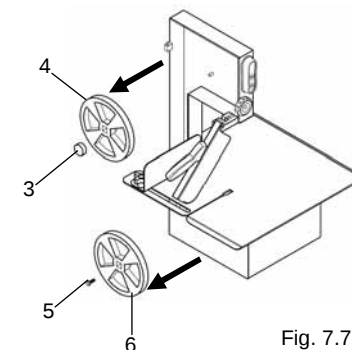

Fig. 7.7.4
- Dévisser la vis 3 en la tournant dans le sens contraire des aiguilles d'une montre, extraire la rondelle de blocage poulie 4, prendre la poulie avec les deux mains et la tirer vers soi comme indiqué sur la fig. 7.7.4; et la nettoyer en utilisant une éponge imbibée de détergent neutre pH 7.
- Dévisser la vis 5 en la tournant dans le sens contraire des aiguilles d'une montre, prendre la poulie "6" avec les deux mains et la tirer vers soi comme indiqué sur la fig. 7.7.4; et la nettoyer en utilisant une éponge imbibée de pH 7.